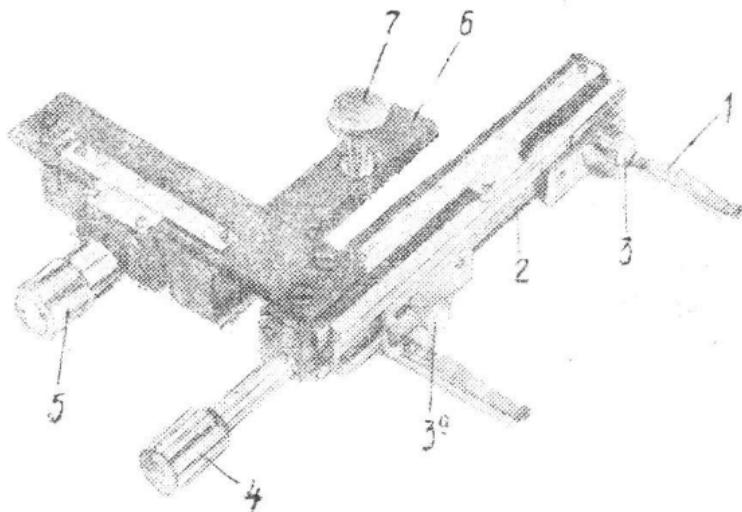

Рис. 1.
Он, как это видно на рис. 1, состоит из двух лапок (1), которые могут пере-